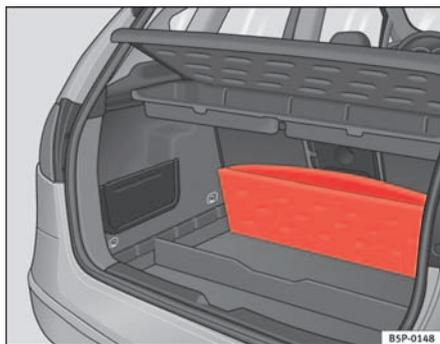

Fig. 103 Couvercle du coffre à bagages pliable.
- Levez le plancher du coffre à bagages et repliez-le vers l'arrière dans sa totalité ⇒ page 141, fig. 103.